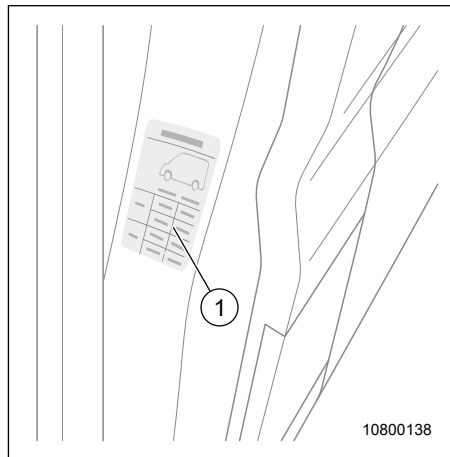

Fig. 81 Emplacement autocollant
- La pression des pneus est indiquée sur un autocollant (Fig. 81) apposé sur le véhicule.